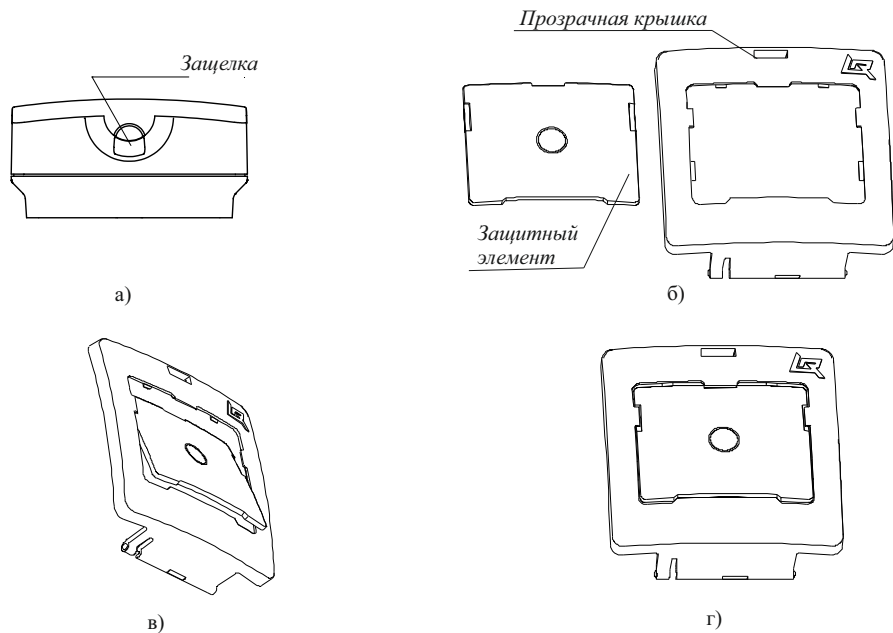

Рисунок 4
5.7 Для установки защитного элемента необходимо открыть прозрачную крышку, поддев зашелку в верхней части корпуса острым предметом (рисунок 4 а). Далее прозрачная крышка показана отдельно от корпуса (снимать крышку с корпуса УДП не следует). Защитный элемент в положении, показанном на рисунке 4 б), ввести верхней кромкой в середину выреза прозрачной крышки (рисунок 4 в) и, повернув, совмещая плоскости, зашелкнуть нажатием на кромки защитного элемента (рисунок 4 г). Закрыть прозрачную крышку.